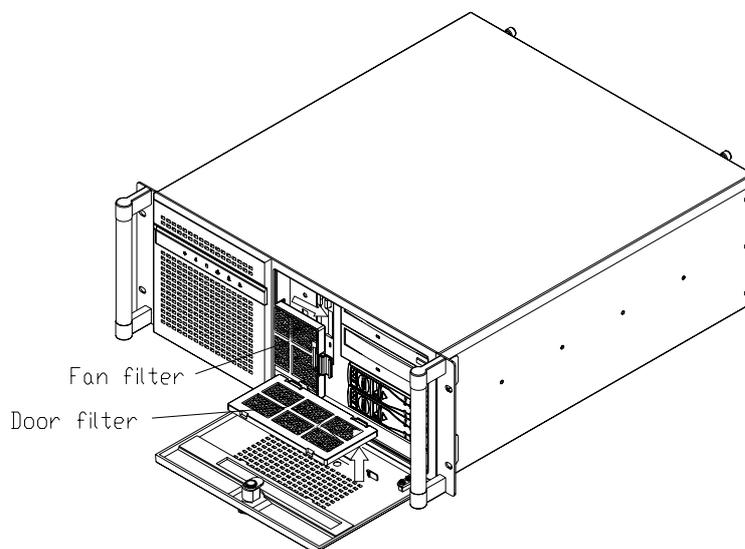

图 3.5：移除过滤器
3. 使用软刷清洗过滤器或者在自来水下冲掉灰尘。然后将其晾干（如图 3.5 所示）。